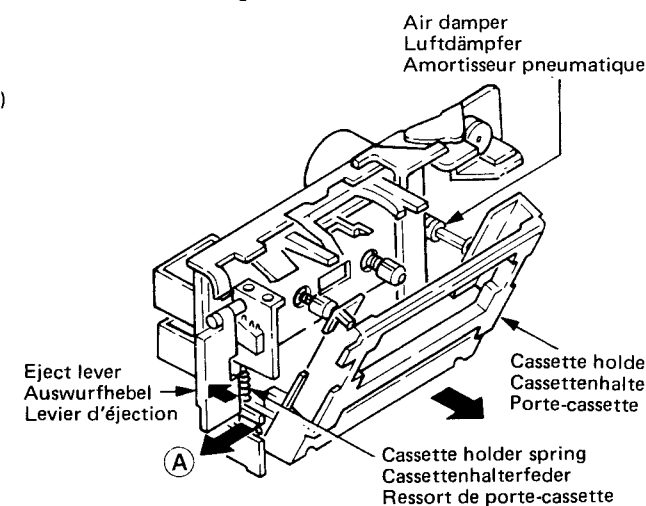
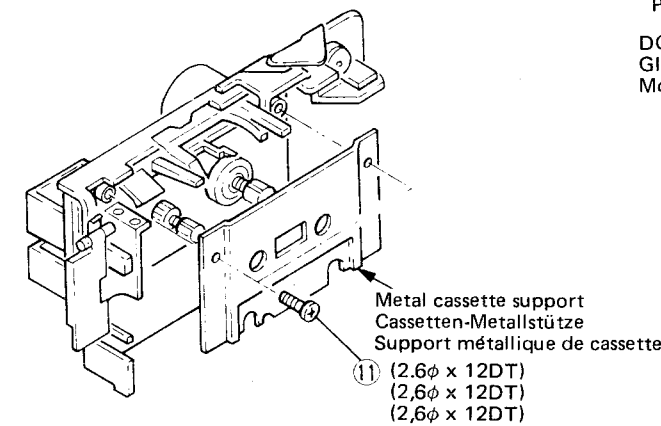
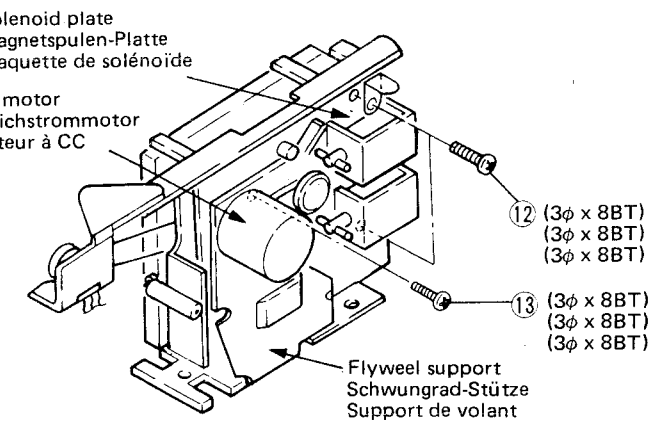

Fig. 8 Abb. 8
Fig. 9 Abb. 9
Fig. 10 Abb. 10
11. Cassette Chassis Section (Fig. 8)
(1) Cassette Holder
Press the eject lever to open the cassette holder. Remove the cassette holder spring in order to remove the cassette holder by urging it in the direction indicated by arrow (A). For reassembly, be sure to first insert the air damper before mounting the cassette holder (Fig. 8).
(2) Metal Cassette Support
After the cassette holder is removed, remove two screws ⑫ to remove the metal cassette support (Fig. 9).
(3) Solenoid Plate
Remove two screws ⑬ to remove the solenoid plate (Fig. 10).
(4) Flywheel Support
Remove one screw ⑭ and the flywheel support together with the DC motor (Fig. 10).
11. Cassetten-Chassis-Abschnitt (Abb. 8)
(1) Cassettenhalter
Die Auswurfaste drücken, um den Cassettenhalter zu öffnen. Die Cassettenhalterfeder abnehmen, um den Cassettenhalter in Richtung des Pfeiles (A) abziehen zu können. Beim Zusammenbau ist zuerst der Luftdämpfer einzusetzen, bevor der Cassettenhalter angebracht wird (Abb. 8).
(2) Cassetten-Metallstütze
Nachdem der Cassettenhalter ausgebaut wurde, die beiden Schrauben ⑪ lösen, um die Cassetten-Metallstütze abnehmen zu können (Abb. 9).
(3) Magnetspulen-Platte
Die beiden Schrauben ⑫ lösen und die Magnetspulen-Platte abnehmen (Abb. 10).
(4) Schwungrad-Stütze
Die Schraube ⑬ lösen und die Schwungrad-Stütze gemeinsam mit dem Gleichstrommotor abnehmen (Abb. 10).
11. Section châssis de cassette (Fig. 8)
(1) Porte-cassette
Appuyer sur le levier d'éjection pour ouvrir le porte-cassette. Déposer le ressort du porte-cassette de manière à pouvoir enlever le porte-cassette en poussant dans la direction indiquée par la flèche (A). Lors du remontage, veiller à insérer tout d'abord l'amortisseur pneumatique avant d'installer le porte-cassette (Fig. 8).
(2) Support métallique de cassette
Après avoir déposé le porte-cassette, déposer les deux vis ⑪ pour déposer le support métallique de cassette (Fig. 9).
(3) Plaquette solénoïde
Déposer les deux vis ⑫ pour déposer la plaquette de solénoïde (Fig. 10).
(4) Support de volant
Déposer la vis ⑬ et le support de volant en même temps que le moteur DC (Fig. 10).